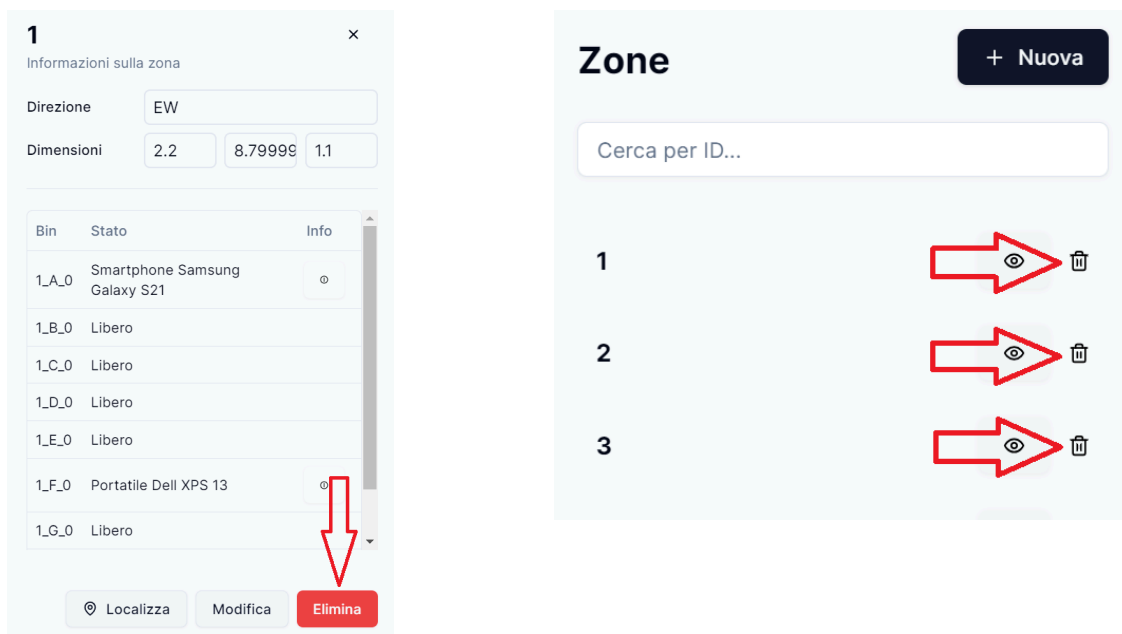

Figura 22: Pulsante “Elimina” di eliminazione zona (sinistra) e pulsanti “cestino” di eliminazione zona (destra)
- il pulsante rosso contenente la scritta "Elimina" contenuto nella parte inferiore del pannello relativo alla visualizzazione delle informazioni di una zona (Figura 22 (sinistra));
- il pulsante contenente l'icona raffigurante un cestino (Figura 22 (destra)) presente nella lista delle zone (Sezione 3.3.1) nella riga corrispondente alla zona da eliminare.